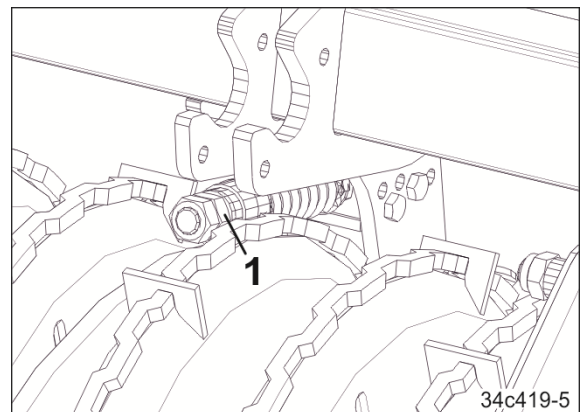

Bild 166
2. Vrid sexkantsmuttern (Bild 166/1) på fjäderpaketet tills knivändarna åter är i jämnhöjd med valsens nedre kant. Säkra sexkantsmuttern.